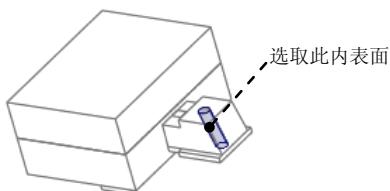

图 27.53 选取内表面
Step7. 将滑块 (flip) 激活；在屏幕右下方的“智能选取栏”中选择“几何”选项，选取图 27.53 所示的内孔表面（遮蔽“GUIDE_PILLAR.PRT”会很容易地选取内孔），单击 **模具** 功能选项卡 **分型面设计** 区域中的 **偏移** 按钮。此时系统弹出“偏移”操控板；在操控板界面中选取偏移类型 **展开**（即为“展开特征”），展开方向沿斜导柱轴线向外，在深度文本框中输入深度值 0.5，并按 Enter 键，在“偏移”操控板中单击 **确定** 按钮，完成特征的创建。